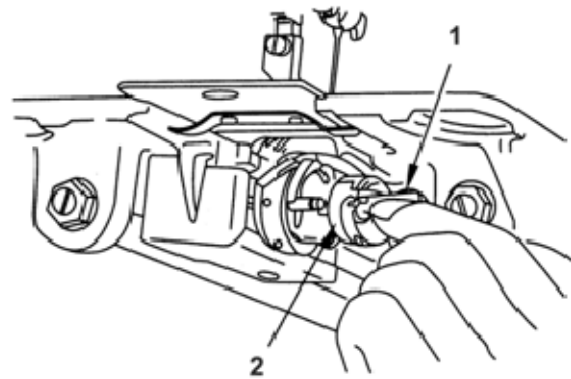

Figura 9
Levante o fecho '1' (ver Figura 9).
Puxe para fora a caixa da bobina '2' (ver Figura 9).
- Não opere a máquina com a chapa da agulha aberta (Figura 9)